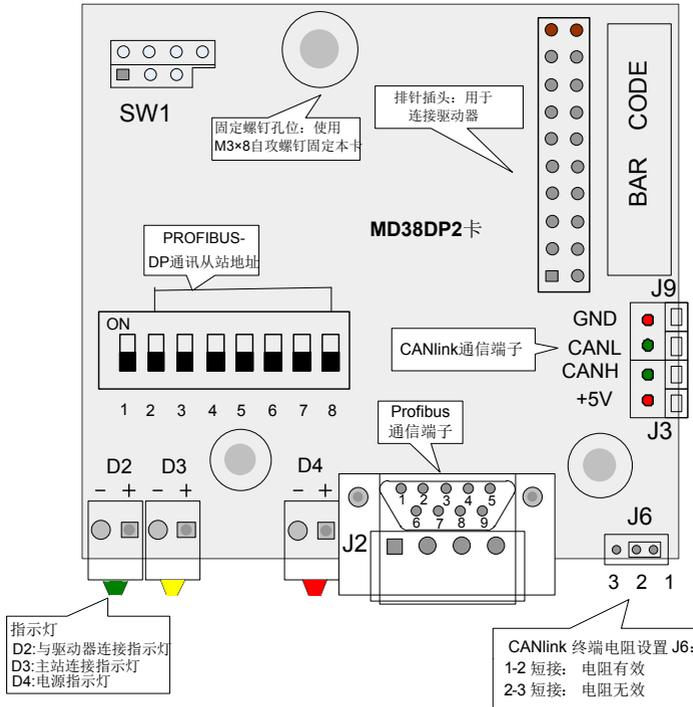

图 10-7 MD38 DP2 的硬件布局
- 部分产品可能存在指示灯颜色与编号不匹配的情况，以编号为准，从左到右依次为 D2、D3、D4，参见图 10-7。